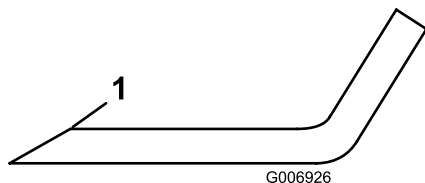

Figura 67
superiore del tagliente e mantenete l'angolo di taglio originale per garantire l'affilatezza (Figura 67).
6. Se smussato o scheggiato, affilate soltanto la parte superiore del tagliente e mantenete l'angolo di taglio originale (Figura 67).